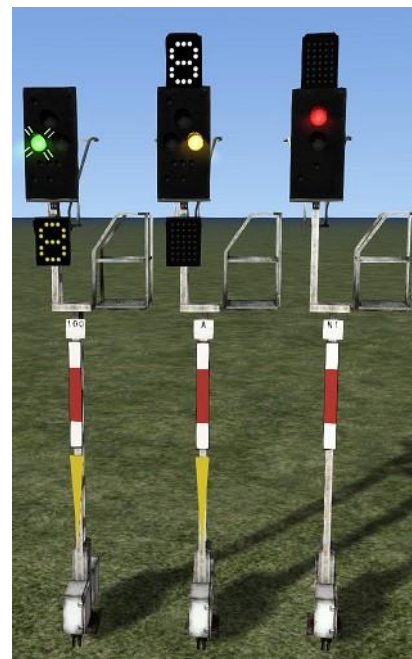

Bild 2.3
- Bild 2.3: Das Ausfahrtsignal N1 zeigt Hp0